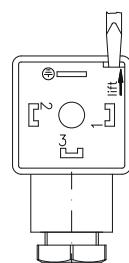

Abb. 8
- ↳ Öffnen Sie das Innenteil ⑧ der Leitungsdose ② mit einem Schraubendreher oder einem ähnlichen Werkzeug (→ Abb. 8).